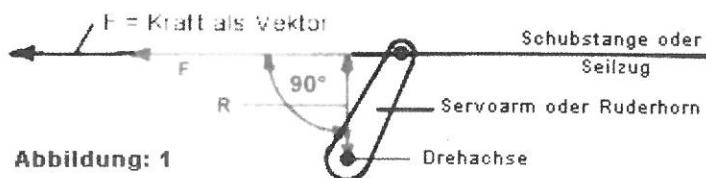

Abbildung: 1
In nebenstehender Abbildung 1 wird die Kraft F (N) einer Rudermaschine über die Länge eines drehbaren Servohebels R (m bzw. cm) zur weiteren Ausnützung auf das Gestänge (Schubstange